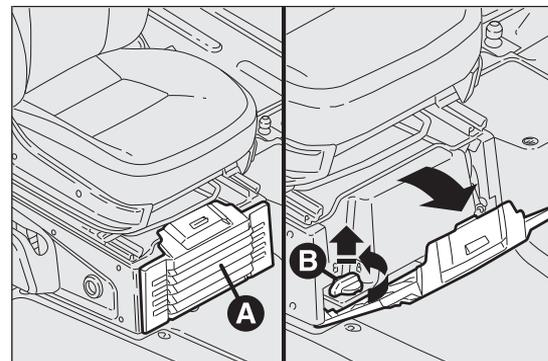
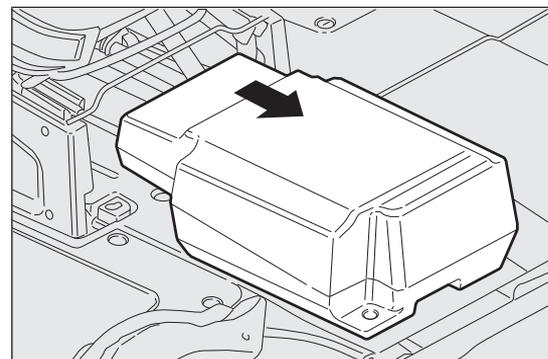

Abb. 221
Abb. 222
- Die Klappe A öffnen und wie in Abb. 221 abgebildet entfernen;
- Den Absperrgriff B gegen den Uhrzeigersinn drehen und abnehmen Abb. 221, damit das Staufach Abb. 222 herausgenommen werden kann.